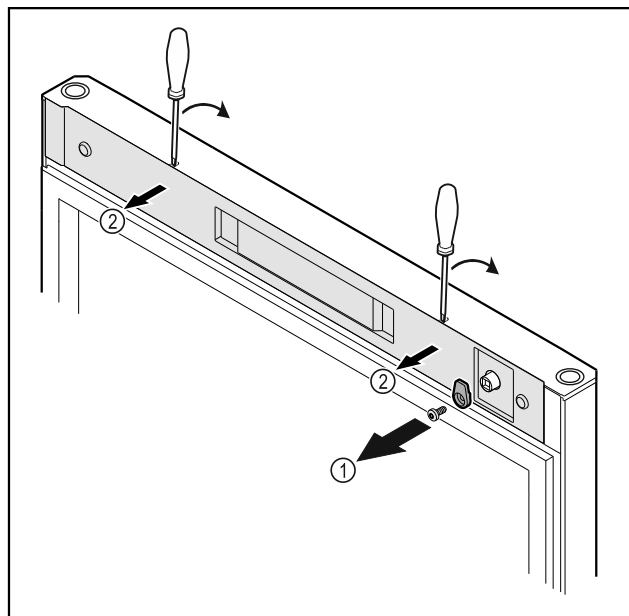

Fig. 16
- ▶ Odskrutkujte zatvárací hák Fig. 16 (1).
- ▶ Odistite kryt Fig. 16 (2) malým skrutkovačom a odoberte ho.